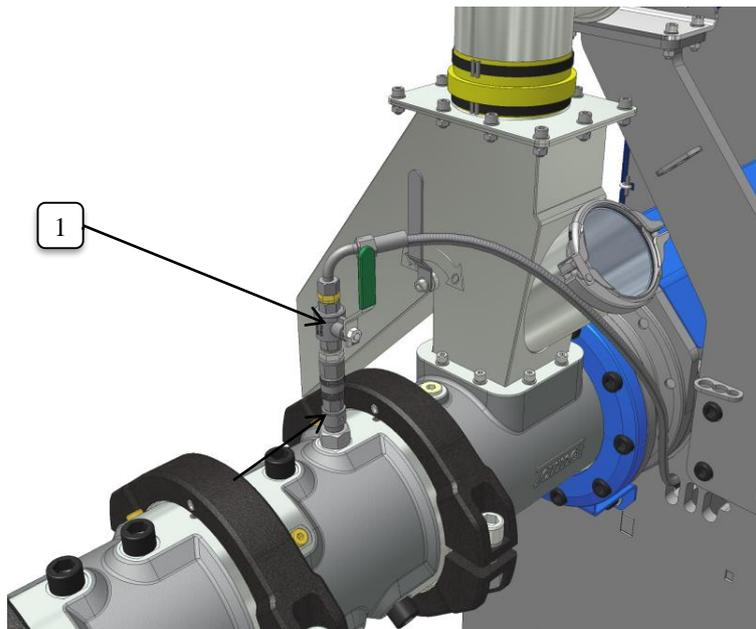

Figure 18 - Wasserdosierung
- Starten Sie die Wasserdosierung auf 40 - 60 % der Pumpendrehzahl, öffnen Sie das Kugelventil der Einspritzdüse, siehe Abbildung 18.